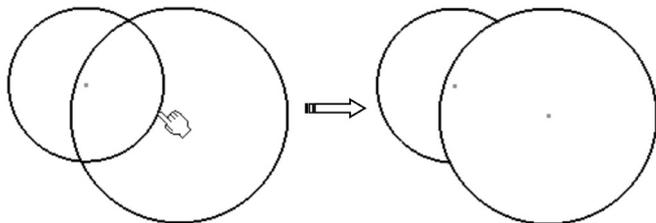

图 5-22
- 断开及内擦除 ：此方式是断开所选图元并修剪该图元，擦除部分为打断边界内的部分，如图 5-22 所示。